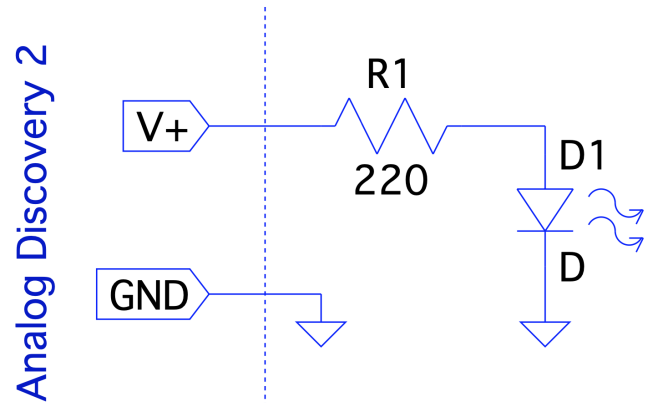
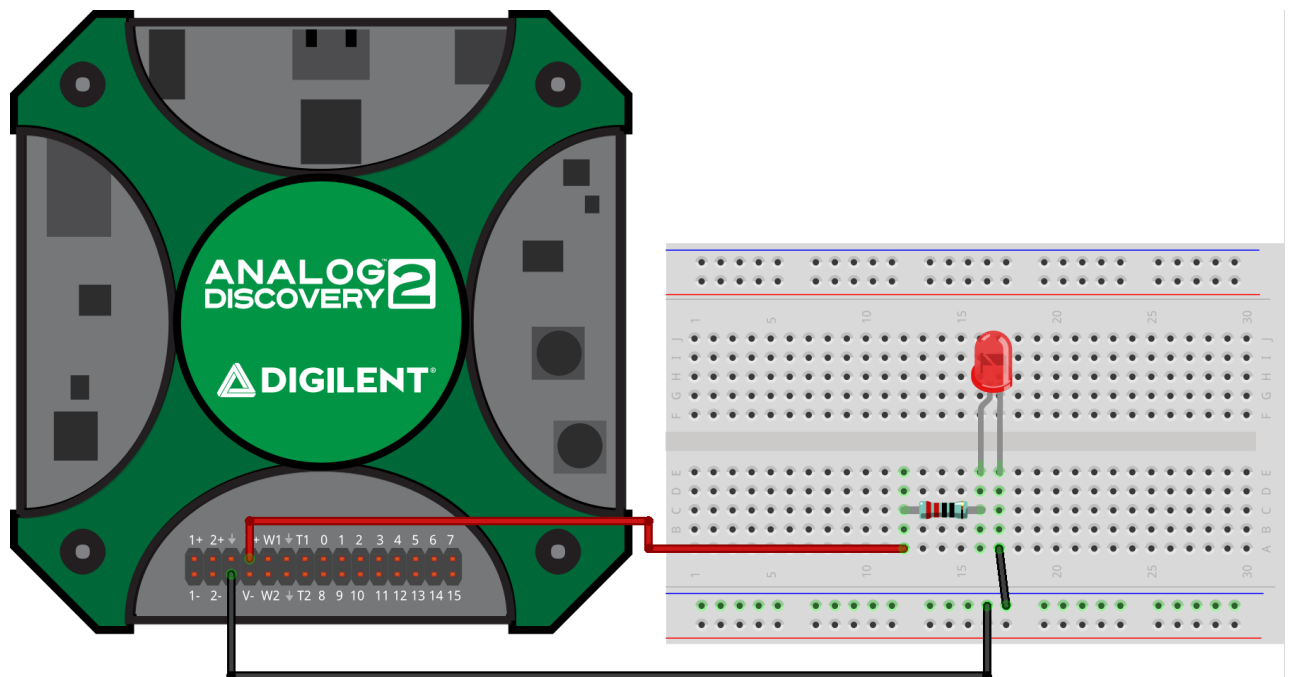

Figura 2. Schema Diodo LED
Figura 3. Connessione Diodo LED
- Realizzare il circuito di figura 2 utilizzando una resistenza da 220 Ohm e un LED del colore che preferite (utilizzate un colore diverso tra i membri dello stesso gruppo). In Figura 3 potete vedere come realizzare le connessioni. Prima di inserirlo, verificate la polarità del LED con l'opportuna modalità del multimetro.
- Nel circuito di Figura 2 sostituite il canale di alimentazione V+ con il generatore di forme d'onda W1 (filo giallo).